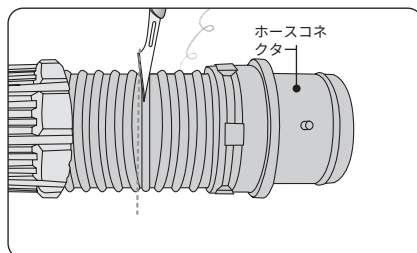
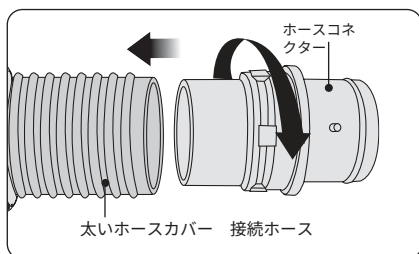

図2
図3
- ⑦ テスト中、テストボールの位置がマークより ~~上~~ であることを確認してください。（図3）
- ⑧ テストボールの位置が低い場合は、20ページ「不具合の種類別対処方法」の「流量テスト時にボールの位置が低いとき」を参照して点検してください。
上図はフードの深さ（使用者の目とレンズの距離）の調整方法です。図1のようにヘッドバンドを面体のレールへ差し込んで固定します。ヘッドバンドには6mm間隔で6か所の角穴があります（1～6段階で位置調整可能）。距離を調整するには、図2の移動ストッパーを矢印方向へ押したままヘッドバンドを前後へ移動します。左右は、図3の1～6の位置のうち選んだ位置と反対側のストッパーを合わせて固定してください。図2のように押した状態でヘッドバンドを簡単に取り外せます。
- ② 接続ホースを必要な長さに合わせ、余分な部分を切断します。（図2）
- ③ ホースコネクターを回しながら接続ホースへ差し込みます。（図3）